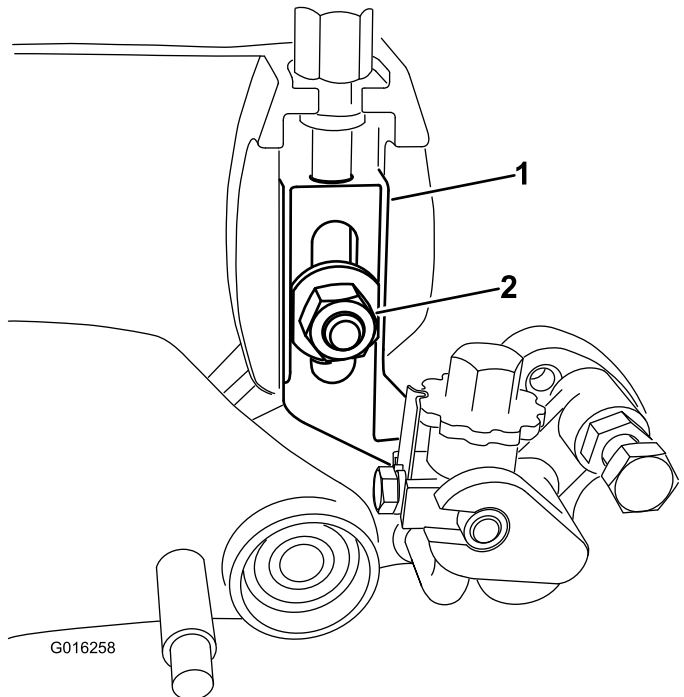

Figura 5
5. Retire el perno avellanado, la tuerca y la arandela que sujetan el brazo de ajuste de altura de corte a la chapa lateral (Figura 5).